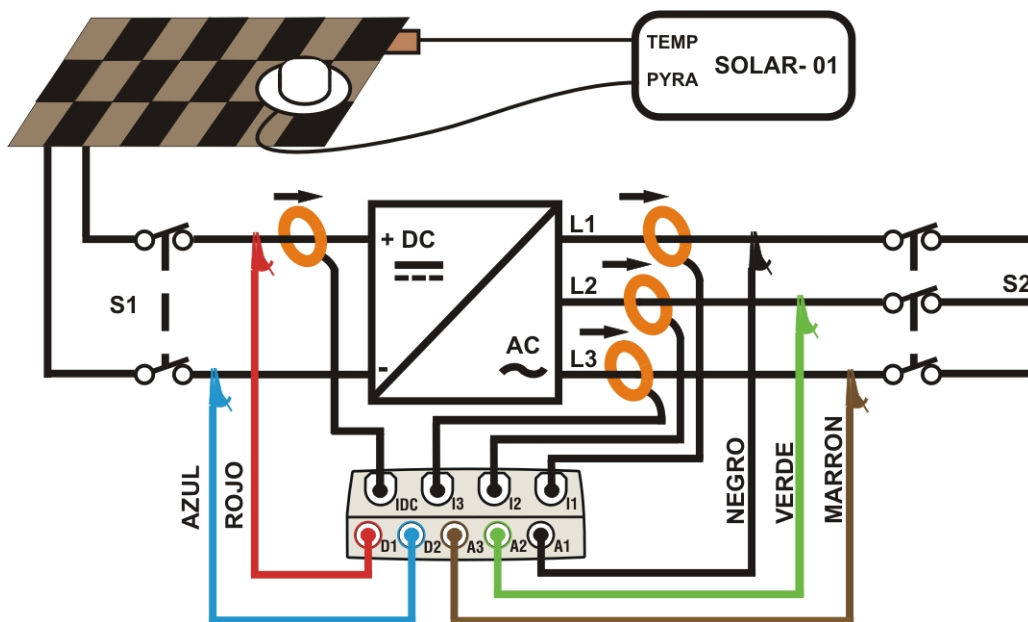

Fig. 220: Conexionado del instrumento en un sistema FV-3 con SOLAR-01
2. Conecte las entradas **D1** y **D2** respectivamente a los polos positivo y negativo de la salida del ramal. Conecte las entradas **A1**, **A2**, **A3** a los conductores de Fase respetando los colores como muestra la Fig. 220
3. Conecte la pinza de corriente CC sobre el conductor positivo en la salida del ramal **respetando el sentido de la flecha** presente sobre la misma pinza como indica la Fig. 220. **Controle la carga de las pilas interne de la pinza**
4. Conecte las pinzas CA sobre los conductores de Fase L1, L2, L3 **respetando el sentido de la flecha** presente sobre la misma pinza como indica la Fig. 220. Conecte la salida de la pinza respectivamente a las entradas **I1, I2, I3** del instrumento